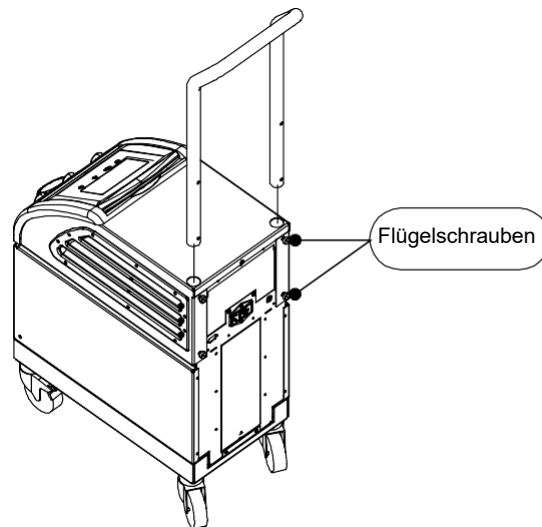

Abbildung 12: Montage des Griffs
- b. Schieben Sie die beiden Enden des Griffs in die Löcher der oberen Abdeckung (achten Sie dabei auf die Ausrichtung des Griffs), bis der Griff vollständig eingesteckt ist (siehe Abbildung 12).